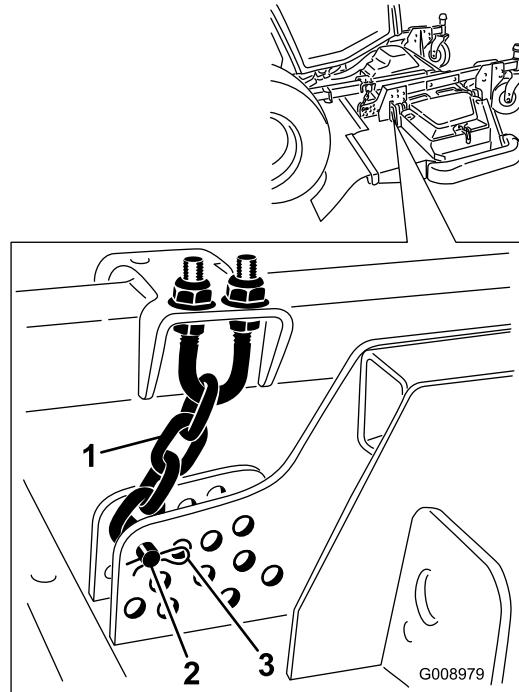

Figura 23
- Retire el pasador de horquilla y el pasador que fijan las cadenas de ajuste de la altura de corte a la parte trasera de la carcasa del cortacésped (Figura 23).